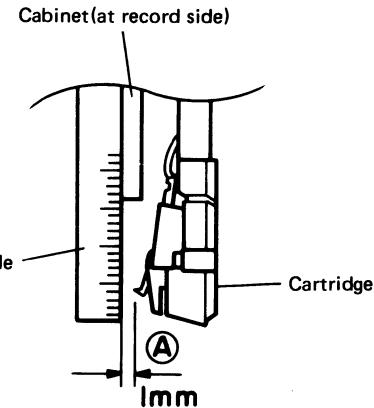
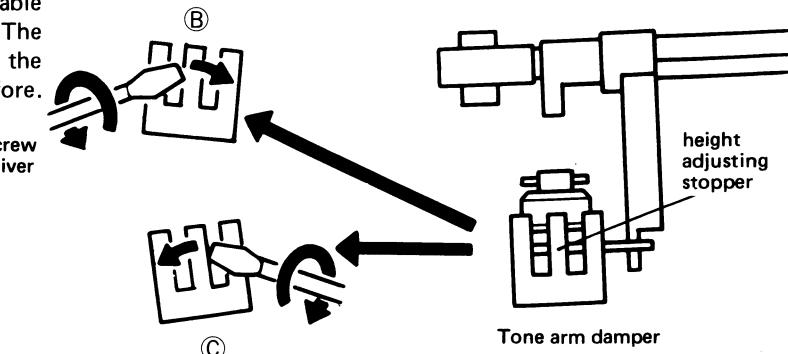

Figure 46-3
Figure 46-4
2. In the case of the side A stylus tip height adjustments: For this adjustment, use a rule (or the like) to place it inside the cabinet as shown in Fig. 46-3. Using a bladed screwdriver, adjust the position of the stylus tip height adjusting stopper (shown in Fig. 46-4) located at the damper angle so that the clearance A between the stylus tip and the rule becomes 1 mm or less: at the time, be careful for the rule not to touch the stylus tip.
Für diese Einstellung ein Lineal (o.ä.) gemäß Abb. 46-3 in das Gehäuse legen. Mit Hilfe eines normalen Schraubenziehers den Nadelspitzenhöhen-Einstellanschlag (in Abb. 46-4 gezeigt) am Dämpfungswinkel so einstellen, daß der Abstand A zwischen der Nadelspitze und dem Lineal 1 mm oder weniger beträgt; dabei darauf achten, daß das Lineal die Nadelspitze nicht berührt.
Pour ce réglage, utiliser une règle (ou un objet similaire) et la placer à l'intérieur du coffret comme le montre la Fig. 46-3. Utiliser un tournevis plat et régler la position de la butée de réglage de la hauteur de la pointe de l'aiguille (montrée sur la Fig. 46-4), située à l'angle d'amortissement, de telle sorte que le jeu A entre la pointe de l'aiguille et la règle, soit de 1 mm ou moins: à ce moment, faire attention à ce que la règle ne touche pas la pointe de l'aiguille.